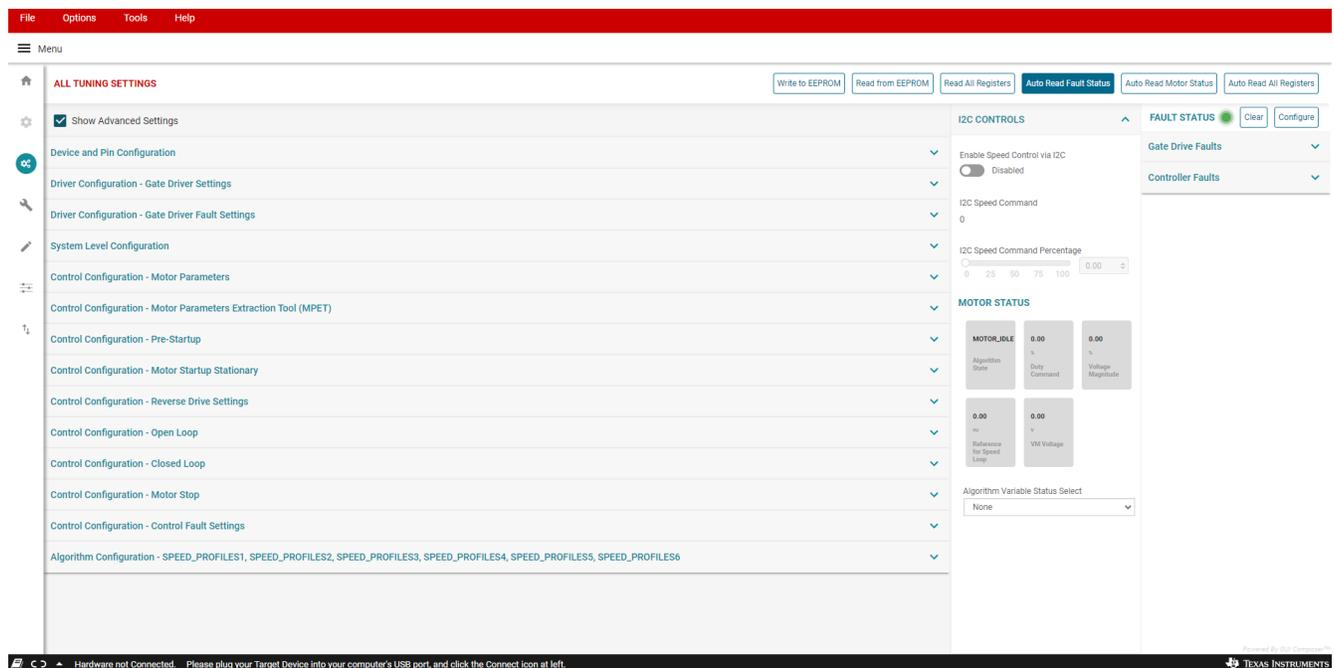

图 3-1. 故障状态
b. 通过单击右侧的“Fault Status”面板中的“Clear”按钮，清除故障状态寄存器，如图 3-1 所示